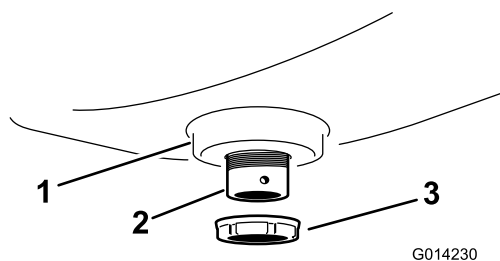

Figura 8
2. Sujete el pasamuros al depósito de enjuague con una tuerca de plástico con arandela prensada (Figura 8).